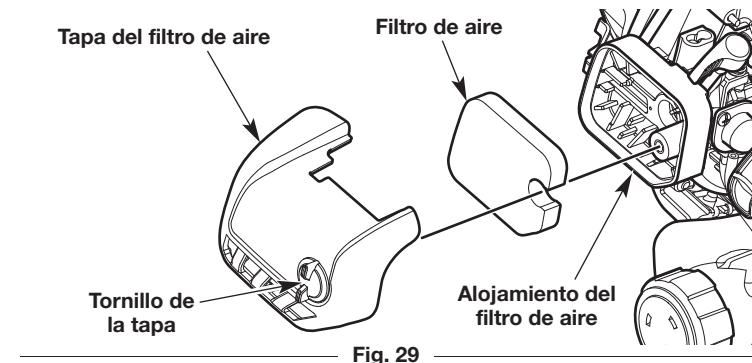

Fig. 29
1. Abra la tapa del filtro de aire para lo cual debe aflojar el tornillo de la tapa (Fig. 29).
2. Extraiga el filtro de aire de su alojamiento (Fig. 29).
6. Vuelva a instalar el filtro de aire en su alojamiento (Fig. 29).